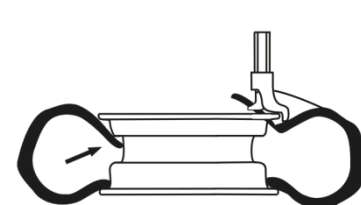

Fig. 22
- Wanneer er een binnenband is, dient u deze nu te plaatsen, herhaal vervolgens eerder genoemde stappen voor de andere zijde van de band tot de band volledig in de velg ligt (fig.22).